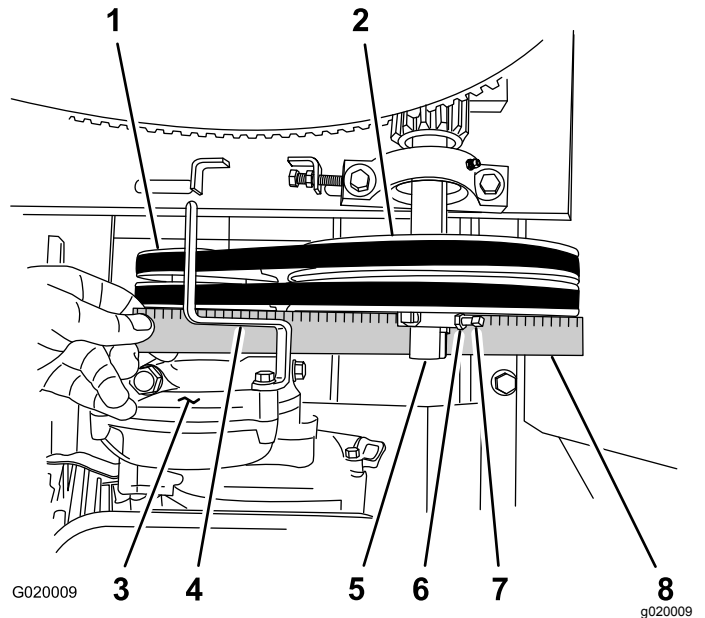

Figura 67
D. Coloque una regla sobre la polea del motor y la polea tensora (Figura 67).
- E. Si es necesario, gire el motor sobre la chapa del motor hasta que la polea del motor y la polea tensora estén alineadas con la regla (Figura 67).